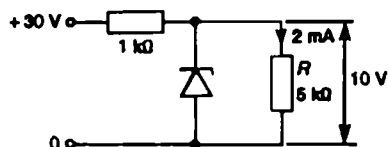

Figura Q.3
- 6 Fie figura Q.3. Curentul care trece prin zener este:
- 7 Fie figura Q.3. Dacă rezistența de sarcină R crește la $10\text{ k}\Omega$, curentul prin zener va: